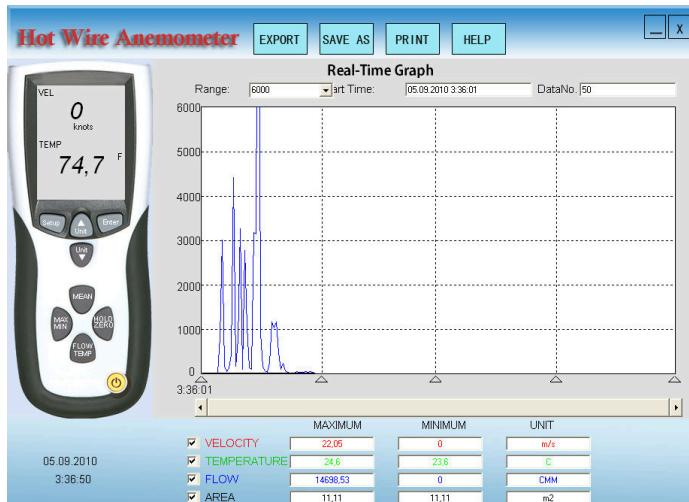

Рис. 3
- а. Запустите файл METER.exe. См. рис. 3.